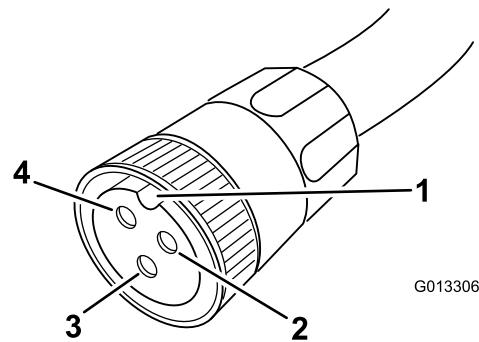

図 12
2. キー溝が 12 時の位置に来るようケーブルを持つ 図 12。